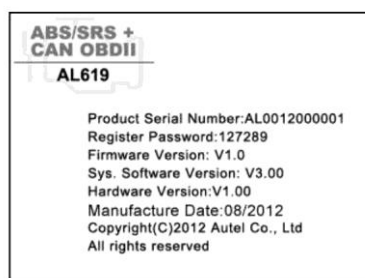

Рисунок 3-7
- 2) Ознакомьтесь с информацией о сканере, отображаемой на экране дисплея. См. рисунок 3-7. Нажмите кнопку **ESC**, чтобы закрыть окно без сохранения изменений.